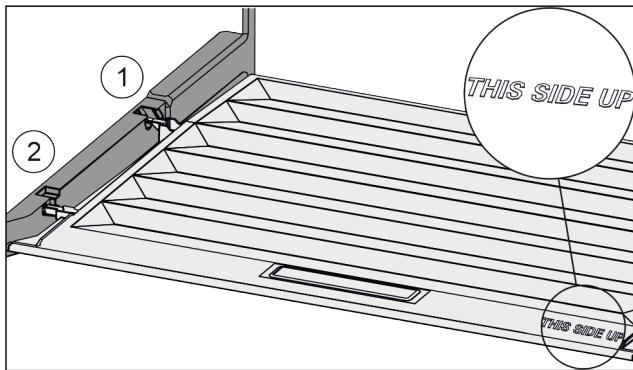

Fig. 95
- Introduceți nervura capacului prin orificiul suportului posterior Fig. 95 (1) și înclichețați-l în față în suport Fig. 95 (2).